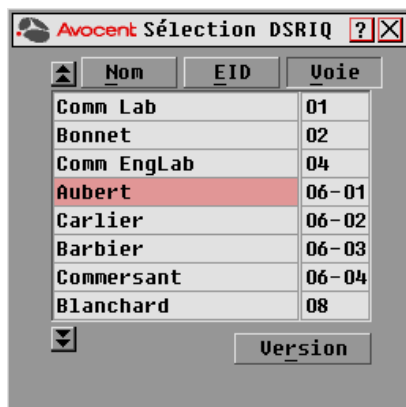

Figure 3.20 : Boîte de dialogue Sélection DSRIQ
3. Pour afficher les informations de version relatives aux différents modules DSRIQ, cliquez sur *DSRIQ* pour ouvrir la boîte de dialogue Sélection DSRIQ, comme indiqué à la Figure 3.20.
3. Cliquez sur le bouton *DSRIQ* pour ouvrir la boîte de dialogue Sélection DSRIQ, comme indiqué à la Figure 3.20.